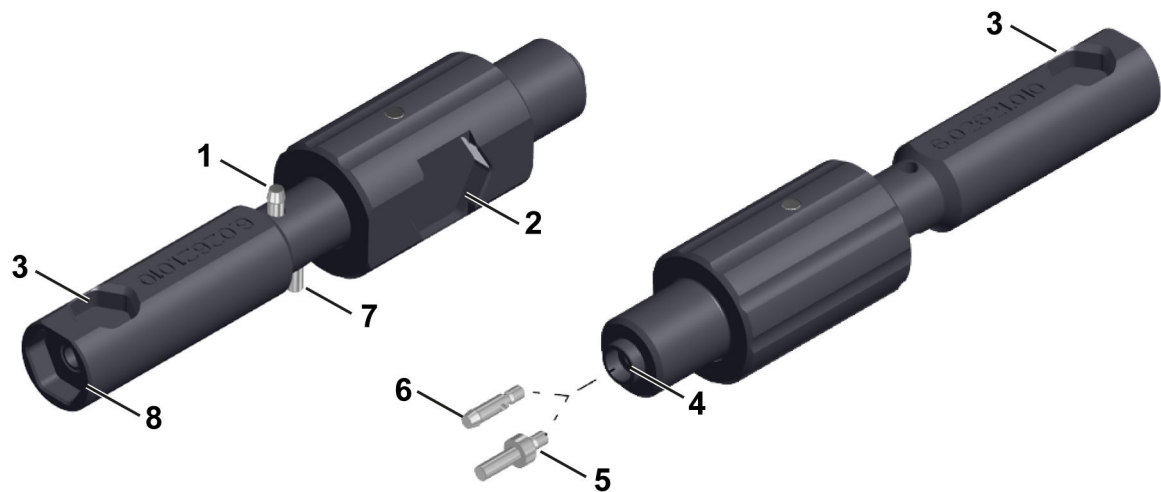

Abbildung 202 Multitool
- Multitool (6.02621.010) (siehe Abbildung 202, Seite 371)
- Multitool (6.02621.010) *(siehe Abbildung 202, Seite 371)*
- Multitool (6.02621.010) (*siehe Abbildung 202, Seite 371*)